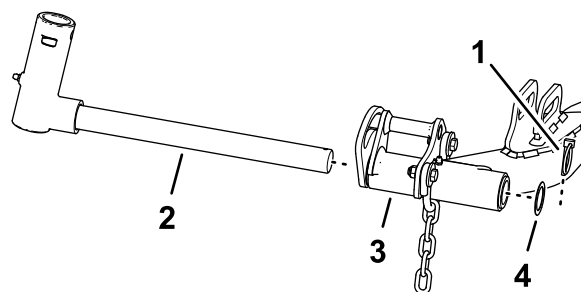

Bild 26
1. Nehmen Sie den Klappstecker und die Unterlegscheibe ab, mit denen die Gelenkwelle des Hubarms am Hubarm befestigt ist. Schieben Sie die Gelenkwelle des Hubarms aus dem Hubarm (Bild 26).